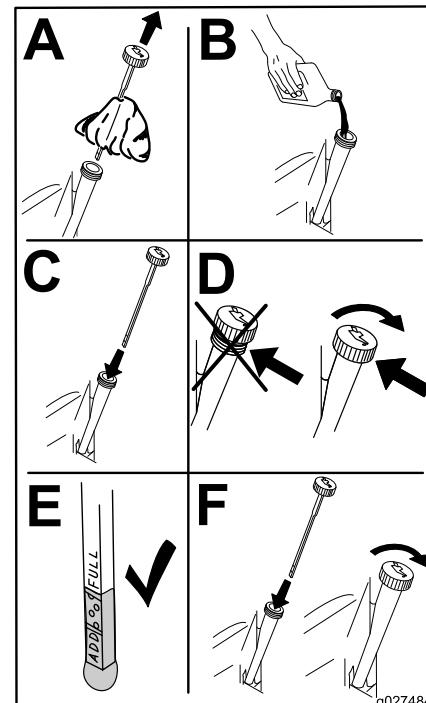

**Figura 31**
5. Cambie el filtro de aceite del motor (Figura 31).